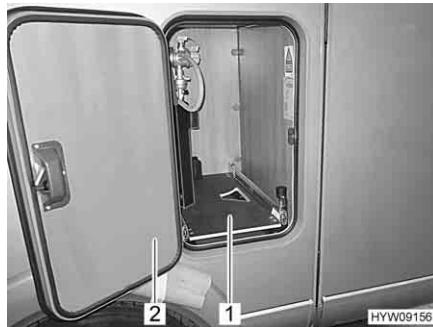

Fig. 89 Base estraibile del vano portabombole
- Aprire lo sportello (Fig. 89,2) del vano portabombole.
- Estrarre la base estraibile del vano portabombole (Fig. 89,1), fino a innestare nuovamente il pomello. La base estraibile del vano portabombole è ora bloccata in questa posizione.